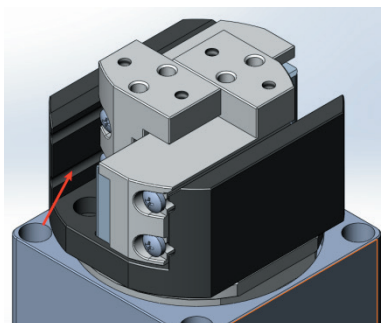

图 4-1 电动夹爪涂抹油脂示意图
- 1)闭合或打开夹爪，使用毛刷将图 4-1 箭头处剩余油脂清理干净，两侧。
- 2)在图 4-1 处添加新的锂基润滑脂，建议使用 AFB-LF。